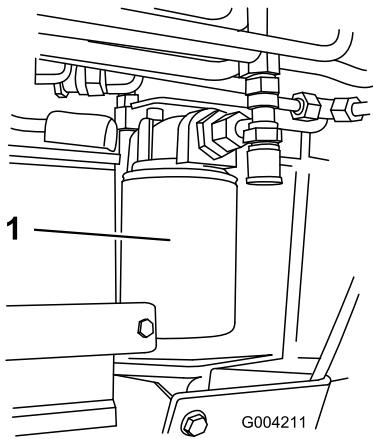

Figura 55
- Collocate una bacinella di spурgo sotto il filtro (Figura 55).
- Togliete il filtro usato (Figura 55) e pulite la superficie della guarnizione dell'adattatore del filtro.
- Montate il filtro idraulico di ricambio sull'adattatore del filtro (Figura 55). Girate il filtro in senso orario finché la guarnizione di gomma non tocca l'adattatore, quindi serrate il filtro di un altro 3/4 di giro.